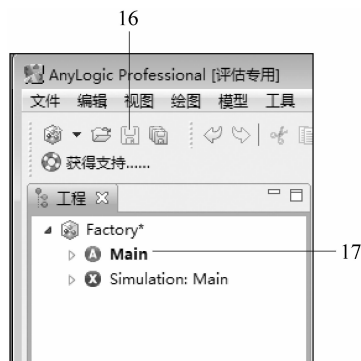

图 3-14 工程视图中未保存模型标识
(15) 在工程视图中,在模型项上如果有星号,则意味着对模型做出的更改尚未保存,如图 3-14 所示。